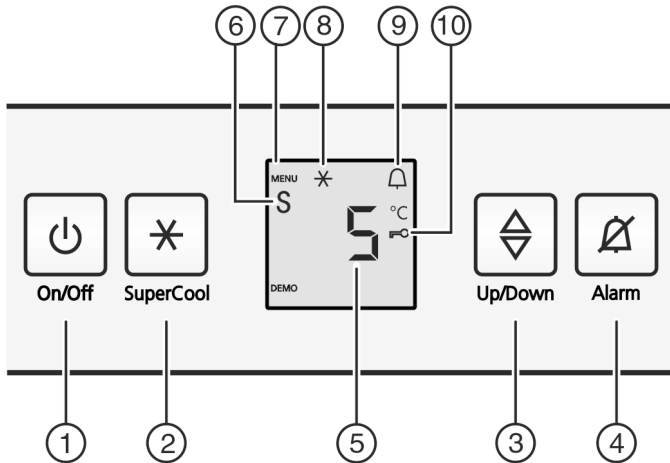

Fig. 2
- ▶ Нажать кнопку On/Off Fig. 2 (1).
- ▶ Активация режима настройки: удерживайте кнопку SuperCool Fig. 2 (2) прим. 5 с.
- ▷ Символ меню Fig. 2 (7) горит.
- ▶ С помощью клавиши настройки Fig. 2 (3) выберите с.
- ▶ Коротко нажимайте кнопку SuperCool Fig. 2 (2) для подтверждения.
- ▶ Для включения защиты от детей коротко нажмите клавишу SuperCool Fig. 2 (2).
- ▷ Символ "Защита от детей" Fig. 2 (10) горит. На индикации мигает с.
- ▶ Для выключения защиты от детей коротко нажмите клавишу SuperCool Fig. 2 (2).
- ▷ Символ защиты от детей Fig. 2 (10) гаснет. На индикации мигает с.
- ▶ Выход из режима настройки: нажмите кнопку On/Off Fig. 2 (1).
- ▶ Нажмите кнопку Alarm Fig. 2 (4).
▷ Светится символ Меню Fig. 2 (7).
- ▶ Чтобы вызвать функцию режима Sabbath: нажмите и сразу отпустите кнопку SuperCool Fig. 2 (2).
- ▶ Для включения режима Sabbath нажмите и отпустите кнопку SuperFrost Fig. 2 (2).
- ▶ Для выключения режима Sabbath нажмите и отпустите кнопку SuperFrost Fig. 2 (2).
- ▶ Выход из режима настройки: Нажать кнопку On/Off Fig. 2 (1).
▷ На индикаторе температуры показывается символ режим Sabbath Fig. 2 (6) до тех пор, пока активен режим Sabbath.
- ▶ Активация модуля регулировки температуры: нажмите кнопку настройки Fig. 2 (3).
- ▶ Температуру меняйте степенями по 1 °C: нажимайте кнопку настройки Fig. 2 (3) до тех пор, пока на индикаторе температуры не будет высвечена требуемая температура.